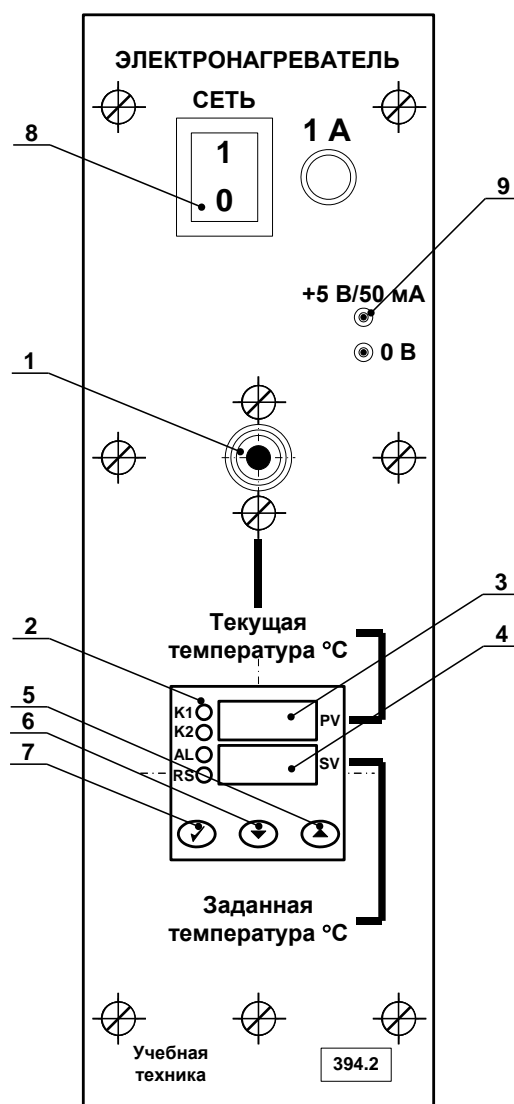

Рис. 6. Лицевая панель блока электронагревателя (394.2).
Блок электронагревателя (рис. 6) используется для определения температурного коэффициента сопротивления различных материалов. Блок позволяет задать и автоматически поддерживать температуру нагревателя. В блоке установлен маломощный источник +5 В, используемый как дополнительный источник питания в некоторых экспериментах.
Слева от индикаторов 3 и 4 (рис. 6) на лицевой панели регулятора температуры установлены 4 светодиода
1. Нажать одну из кнопок управления 5 или 6 регулятора температуры 2 (рис. 6).
3. После установки требуемого значения температуры необходимо однократно нажать кнопку 7 (рис. 6.). Мигание индикатора 4 прекращается. Температура задана.
1. Однократно нажать кнопку 7 (рис. 6.) регулятора температуры. На индикаторе 3 (красный, PV) отобразится надпись «r-S». На индикаторе 4 (зеленый, SV) текущее состояние регулятора «StoP» (СТОП) или «rUn» (РАБОТА).